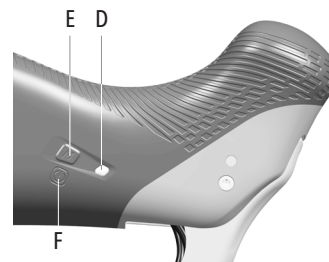

Fig.8
- D - Kommunikations-LED (Abb.8)
- E - MODE-Taste Ergopower (Abb.8)
- F - Ein/Aus-Taste (Abb.8)